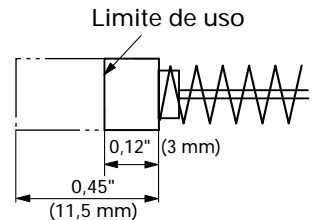

Fig. 28
4. Inspección de las escobillas de carbón (Fig. 28)